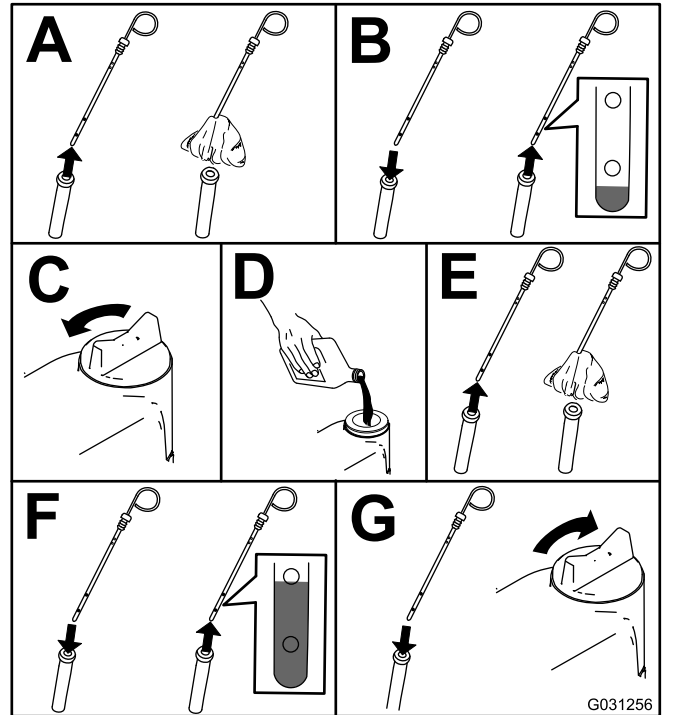

Figure 73
2. Contrôlez le niveau d'huile moteur (Figure 73).